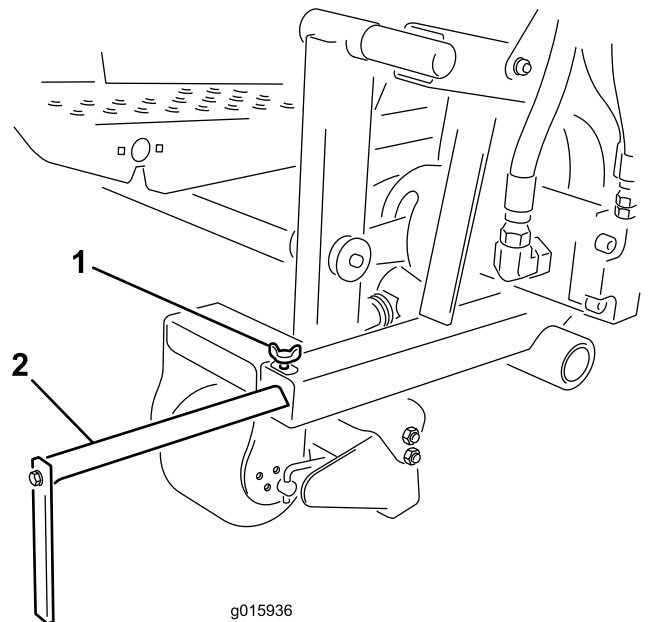

図 18
調整ねじをゆるめて、整列ガイドを希望する位置までずらす（図 18）。
1. 調整ねじをゆるめ、整列ガイドを前後に移動させて希望する位置に調整する（図 18）。